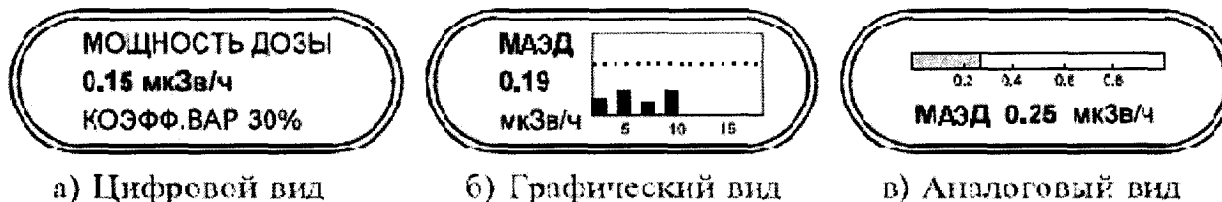

Рисунок 4 – Варианты отображения информации о результатах измерений МАЭД на ЖК-дисплее дозиметра-радиометра
Вид отображения – выбор вида отображения информации о результатах измерения на ЖК-дисплее (Рис. 4):
- Выбрать строку "**Измерение**". Через каждые 20 с на ЖК-дисплее будут появляться результаты измерения МАЭД в виде, представленном на рис.4а.